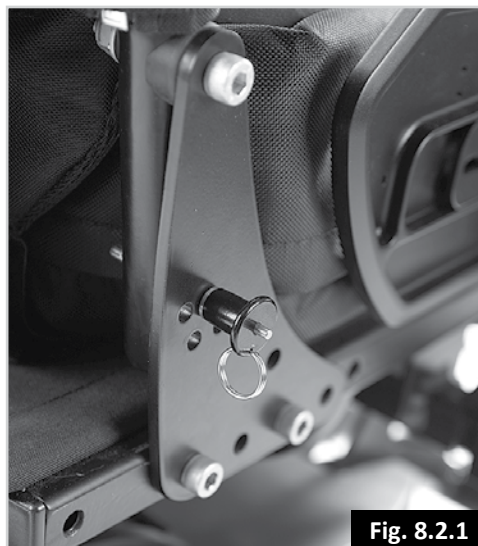

Fig. 8.2.1
8.4 Ryggstöd, ställbart med verktyg (90° till 102° - 4 lägen) (Fig. 8.2.1)
Ryggstödet kan justeras i 4° steg genom att ta bort de två snabbkopplingsstiften (Fig. 8.2.1).